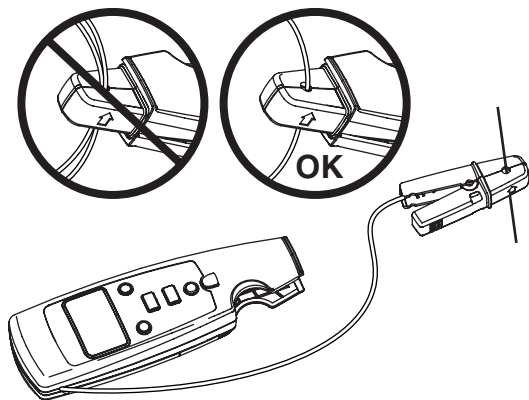

Figura 2. Effettuazione delle misure
2. Posizionare la ganascia attorno al conduttore sotto test. La pinza visualizza la misura di corrente del conduttore. Vedere la Figura 2.